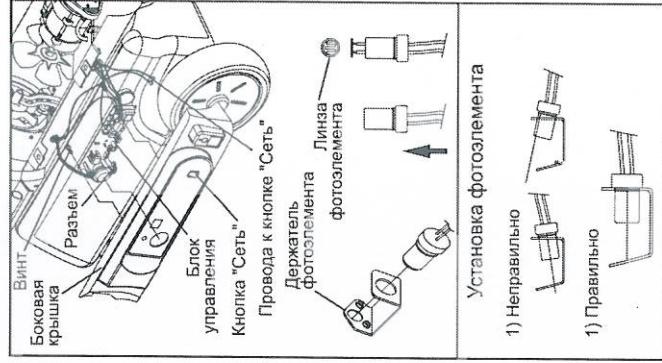

Рис. 18. Замена фотоэлемента
- Снимите блок управления, открутив два винта. (рис. 18)
- Установите новый фотоэлемент как показано на рис. 18.